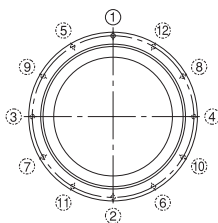

Рис.1 Порядок затяжки
- (1) Установите прижимной фланец на цельное кольцо (внутреннее кольцо моделей RB/RA, внешнее кольцо модели RE). В случае модели RU установите прижимной фланец со стороны оси вращения.
- (2) Поместите прижимной фланец на подшипник с перекрестными роликами. Потрясите фланец, чтобы совместить отверстия под болт. Также для модели RU потрясите фланец, чтобы совместить отверстия под болт.
- (3) Вставьте болты прижимного фланца в отверстия. Вручную затяните болты, не допуская их перекоса из-за несоосности отверстий.
- (4) Закрепите болты прижимного фланца в 3-4 этапа из ослабленного в полностью затянутое состояние, затягивая болты в последовательности, как показано на рис. 1. При затяжке разделенного внутреннего или внешнего кольца, смещение цельного внешнего или внутреннего кольца 4-5 раз (около 90°) позволит выровнять кольцо и корпус.